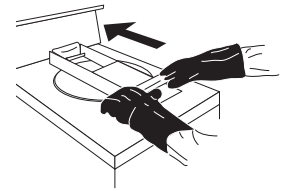

FIGURA 12
- C. Después, con la tapa en la posición baja, use una mano para mover la manija para abrirla (Figura 12).